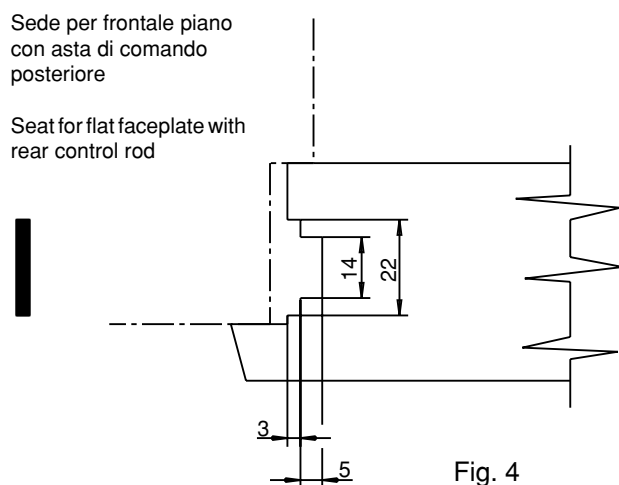

Fig. 4
- 3 - Per serrature con frontale ad altezza fissa mm. 1600 (fig. 1 tipo 6) predisporre nel montante della porta l'alloggio con misure idonee ad accogliere liberamente la serratura, considerando che il foro quadro maniglia dovrà essere effettuato a circa mm. 1050 dal filo inferiore della porta eseguendo la fresatura per il frontale come in fig.4.
- 3 - For locks with 1600 mm. fixed height faceplate (fig. 1, type 6) prepare on the door post a suitably dimensioned housing for the lock, considering that the handle square hole has to be drilled at about 1050 mm. from the door lower edge by making the cut-away for the faceplate (as in Fig. 4).